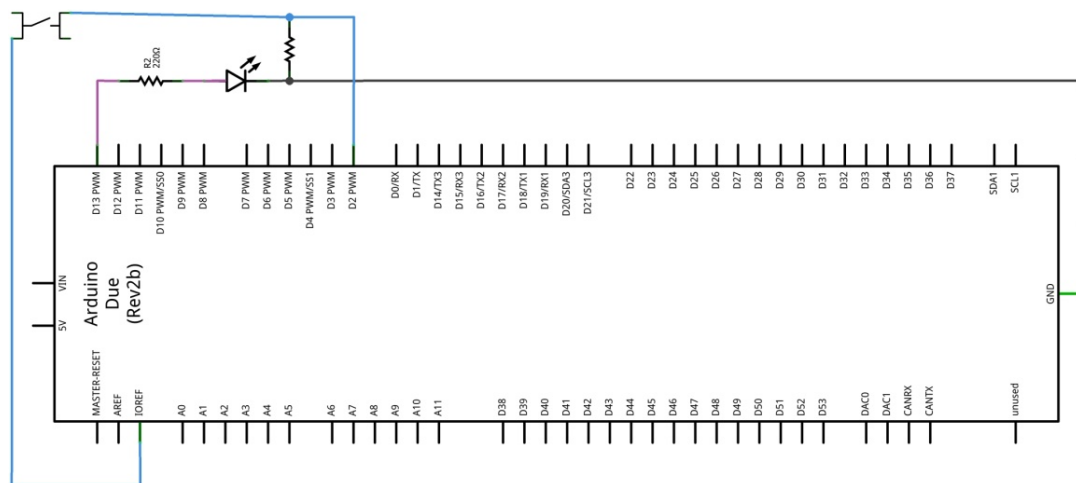

Figura 2.17. Diagrama de conexiones para la práctica 10.
- Implementar el diagrama de conexiones mostrado en la figura 2.17.